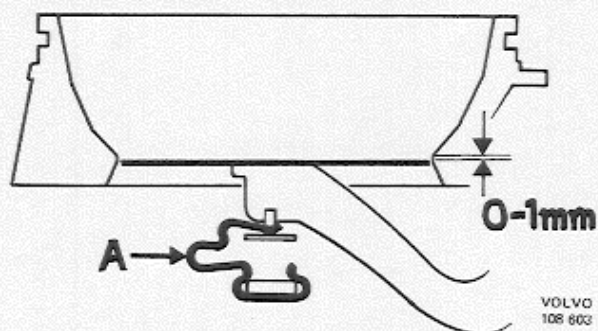

Abb. 1-4 Stauscheibe in Ruhestellung
*10 Ruhestellung der Stauscheibe überprüfen, siehe Abb. 1-4. Ihre Oberkante soll mit der Unterkante des Lufttrichters in einer Ebene oder höchstens 1 mm unter dieser liegen.